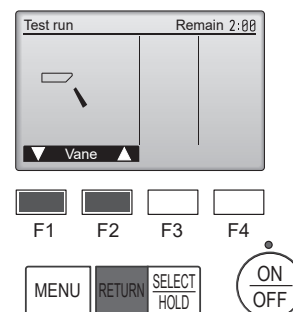

Fig. 7-6
- ① Compruebe la paleta automática con los botones [F1] [F2]. (Fig. 7-6)
- ② Pulse el botón [RETURN] (Volver) para volver a "Test run" (Modo prueba).
- ③ Pulse el botón [ON/OFF] (ENCENDIDO/APAGADO).